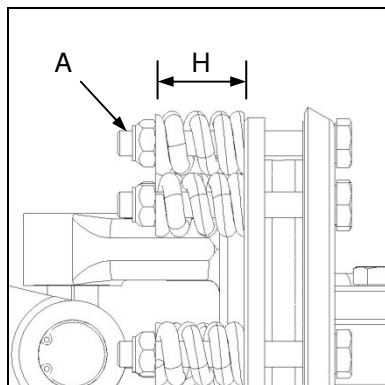

Fig. 4
- ✔ Release the pre-load on the friction clutch plates by loosening the nuts (Fig. 4-A) until the compression spring is just free to rotate by hand. Do not remove the nuts completely.
Following any maintenance or repair of the PTO friction clutch assembly the pre-load on the friction clutch plates must be adjusted to factory specifications. This is accomplished by adjusting the nuts (Fig. 4-A) to set the compressed spring length (Fig. 4-H).
- ✔ Ontspan die voorlas op die wrywingkoppelaarplate deur die moere los te draai (Fig. 4-A) totdat die drukveer net vry genoeg is om met die hand te draai. Moet die moere nie heeltemal verwyder nie.
Na instandhouding of herstel van die kragaftakkeraswrywingkoppelaarmontering moet die voorlas op die koppelaarplate volgens fabriekspesifikasies verstel word. Dit word gedoen deur verstelling van die moere (Fig. 4-A) om die saamgeperste veer se lengte te stel (Fig. 4-H).